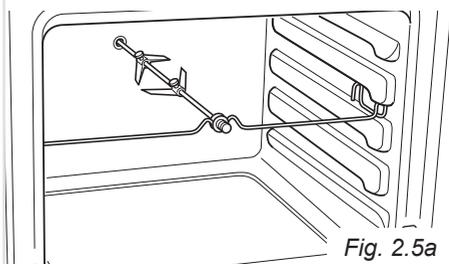

Fig. 2.5a
**COTTURA AL GIRARROSTO (Solo per alcuni modelli) - fig. 2.5a, 2.5b oppure 2.6**